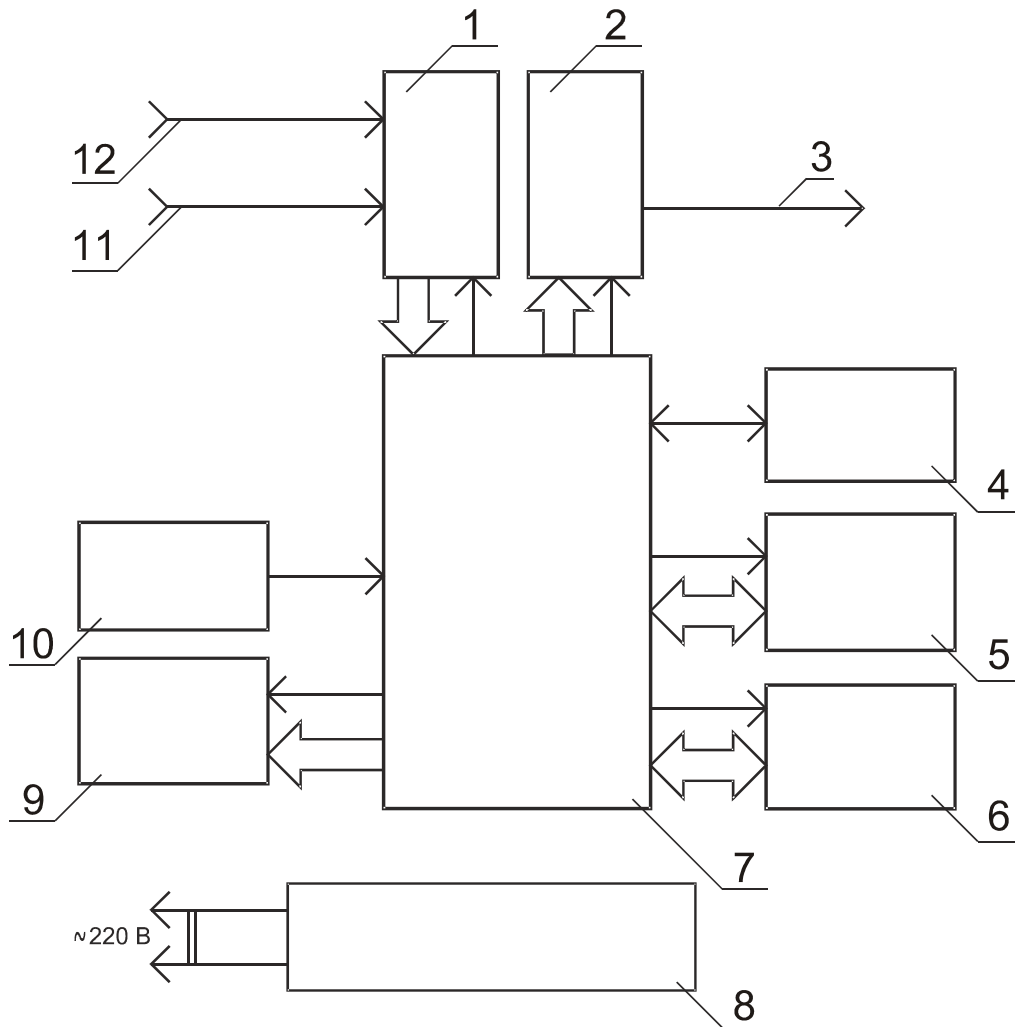

Рис. 1. Анализатор МУЛЬТИТЕСТ КСЛ. Схема функциональная.
3.2.2. Функциональная схема анализатора приведена на рис. 1.